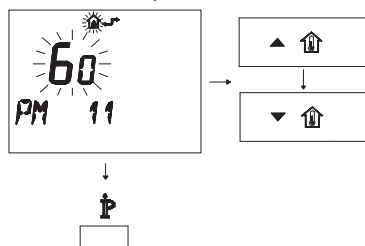

Figura 5.59
- Per modificare il SET programmato agire sui pulsanti ▲🏠 o ▼🏠 e aspettare che il numero programmato cominci a lampeggiare (Figura 5.59). Ogni passo incrementato o decrementato corrisponde a 1 secondi.